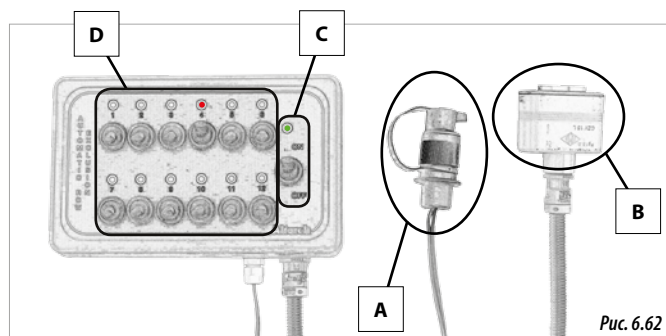
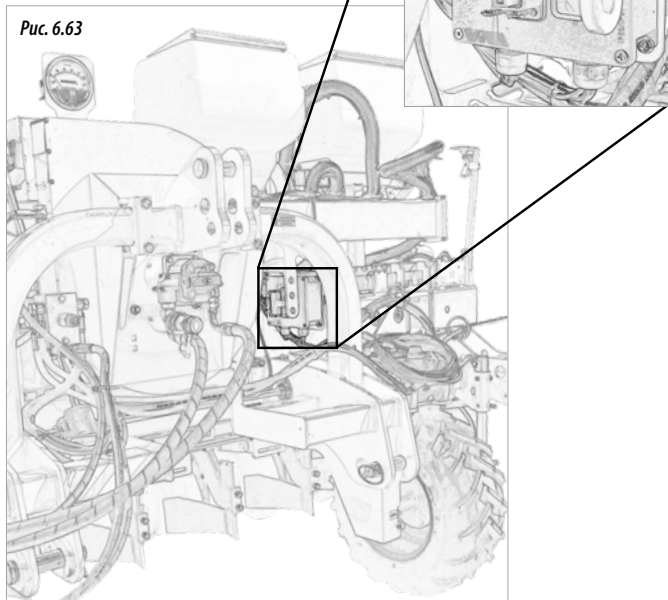

Рис. 6.62
Рис. 6.63
- РАЗЪЕМА ПИТАНИЯ (А, рис. 6.62). Он должен быть подключен к электрической сети трактора.
- РАЗЪЕМА КОНТРОЛЛЕРА (В, рис. 6.62). Он подключается к коробке реле сеялки (рис. 6.63).
- ПУСКОВОГО ПЕРЕКЛЮЧАТЕЛЯ (С, рис. 6.62), который имеет два положения:
- 12 ПЕРЕКЛЮЧАТЕЛЕЙ ОТКЛЮЧЕНИЯ для всех высевающих секций (D, рис. 6.62), которые имеют два положения: